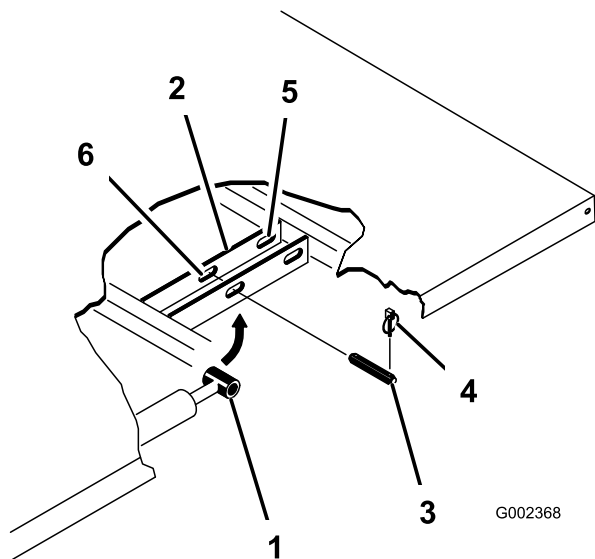

Figura 23
3. Retire os pinos de sujeição das extremidades exteriores dos pinos de forquilha da haste do cilindro (Figura 23).
- Retire os passadores de forquilha que prendem as extremidades da haste do cilindro nas placas de montagem da plataforma, empurrando os passadores para dentro (Figura 23).
- Retire os pinos de sujeição e os passadores de forquilha que prendem os apoios articulados nos canais da estrutura (Figura 23).